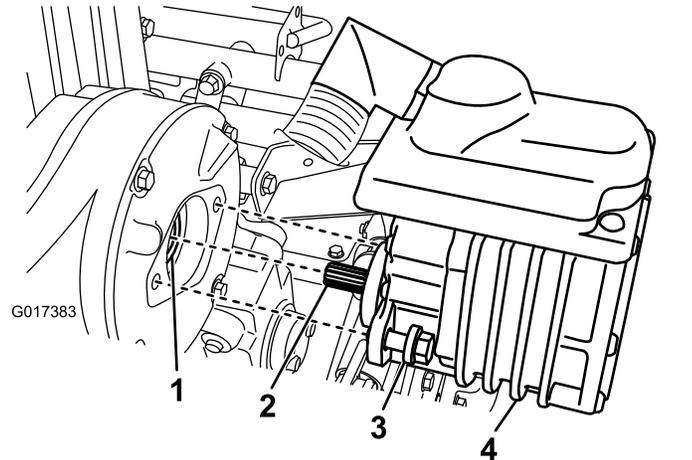

Figura 38
2. Remova os 2 parafusos que fixam a consola à estrutura da transmissão (**Figura 38**).
4. Adicione uma ou duas injeções de massa lubrificante a partir de uma pistola de lubrificação no acoplador fêmea da caixa de transmissão (**Figura 38**).